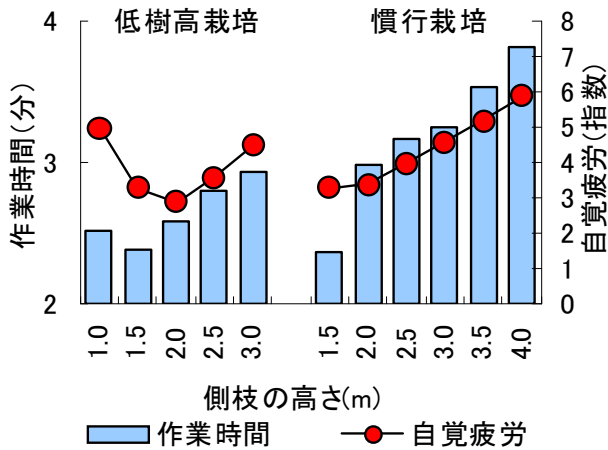
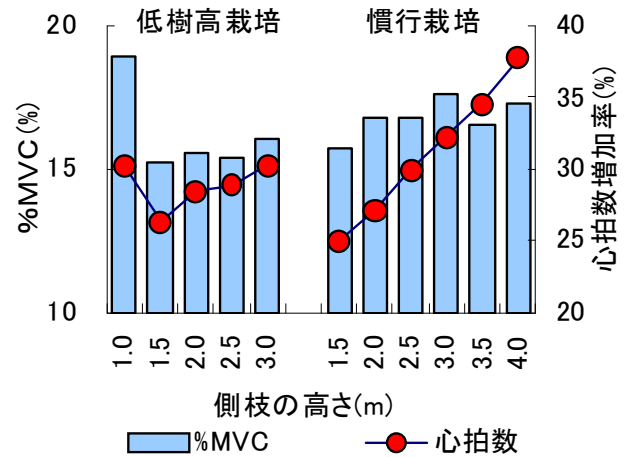

図1 側枝の高さと作業時間および自覚疲労
図2 側枝の高さと筋電位および心拍数
- モモの側枝は、高さ 1.5~2mを中心に3m以下で配置することで作業負担を軽減することができます。(図1、図2)